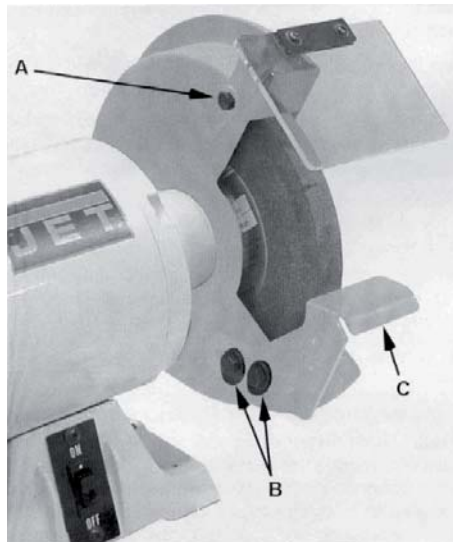

Рис. 4
- Послабте гвинти (А, рисунок 4)
- Послабте гвинти (В, рисунок 4) за допомогою 12 мм гайкового ключа.